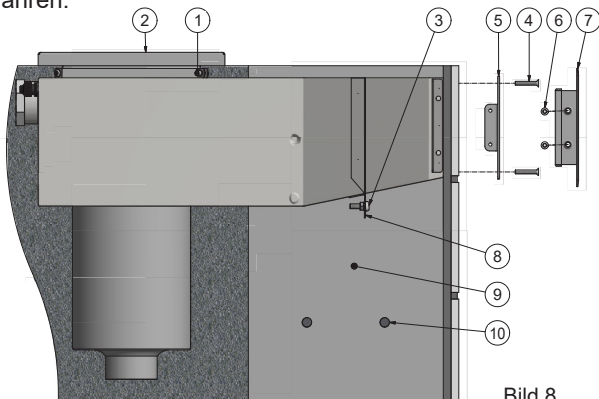

Bild 8.
3. Schließen Sie ein Kabel (mindestens 6 mm²) mit einem Ringkabelschuh vom Betonwandflansch an den Erdungsanschluss (siehe Pos. 3, Bild 8) an. Schraube, Zahnscheibe und Mutter sind im Lieferumfang enthalten. Wenn andere Teile verwendet werden, muss sichergestellt werden, dass sie aus Edelstahl sind (mindestens A4).
8. Montieren Sie den Frontrahmen und fixieren Sie ihn mit den mitgelieferten Schrauben (4 x M5x30), siehe Bild 8.